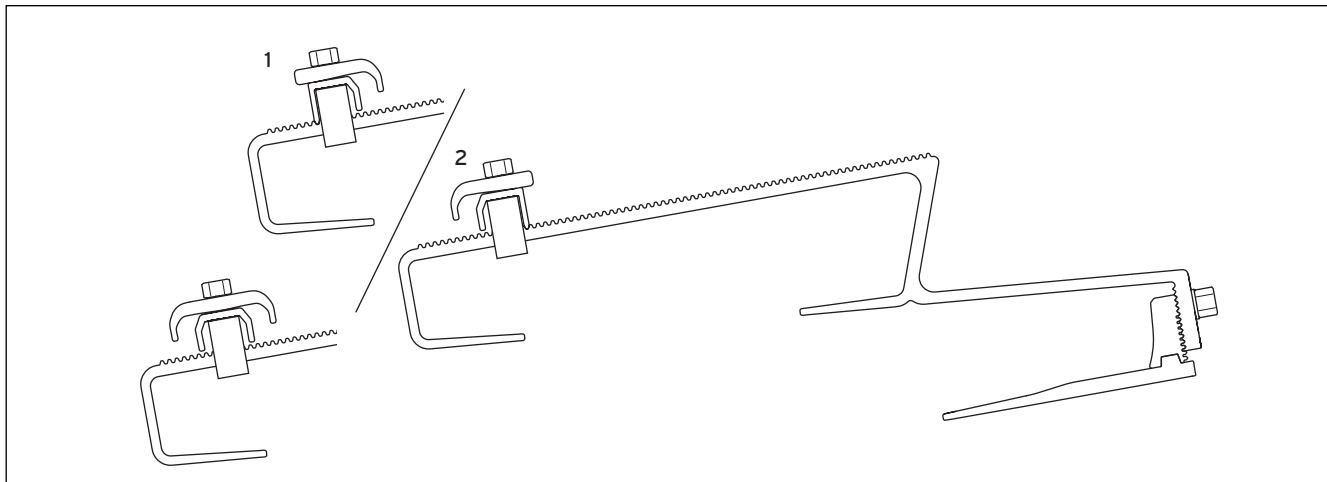

Abb. 5.10 Dachanker Typ P
- Positionieren Sie den Dachanker. Achten Sie dabei auf die korrekte Position des oberen, mittleren und unteren Dachankers (→ **Abb. 5.10**).
- Hängen Sie den Dachanker an der Dachlatte ein. Achten Sie dabei auf die korrekte Position des oberen, mittleren und unteren Dachankers (→ **Abb. 5.10**).
- Setzen Sie den Dachanker auf die mittlere Mutter. Achten Sie dabei auf die korrekte Position des oberen, mittleren und unteren Dachankers (→ **Abb. 5.10**)